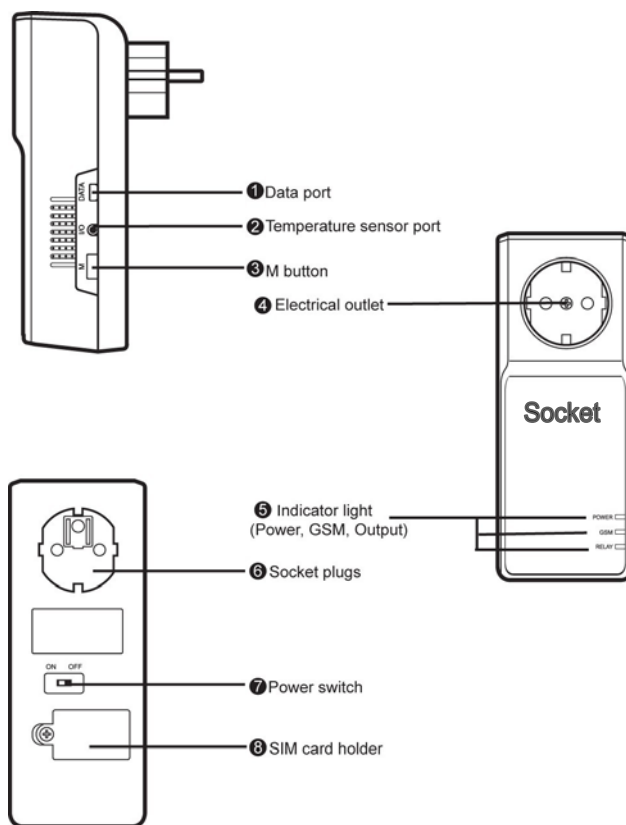

Figure 1: Instrucciones del GSM Power Socket
6. La toma de alimentación (4 en fig. 1) funciona ahora como una simple toma eléctrica. GSM Power Socket no puede controlarse por comandos SMS y el pulsador M esta desactivado.